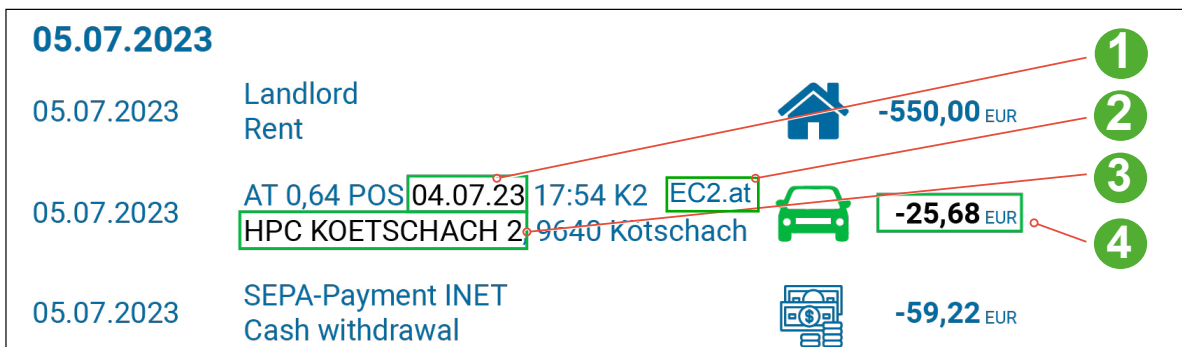

Abb. 44: Online-Banking Buchungszeile
- Alternativ: Link bei Buchungszeile siehe **2** bei Abb. 44 ist in einem Webbrowser geöffnet.
- 1. Die gewünschte Sprache wählen: "**Deutsch (DE) oder Englisch (EN)**":
- 4. Die Website des Online-Banking öffnen und die Buchungszeile des Ladevorgangs suchen: siehe Abb. 44.